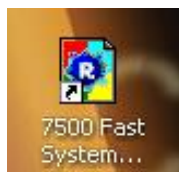

Figura 3.- Reconocimiento del acceso directo al software.
- Abrir el programa 7500 Fast SDS software, haciendo doble clic sobre el acceso directo que se encuentra en el escritorio de la computadora (Figura 3).